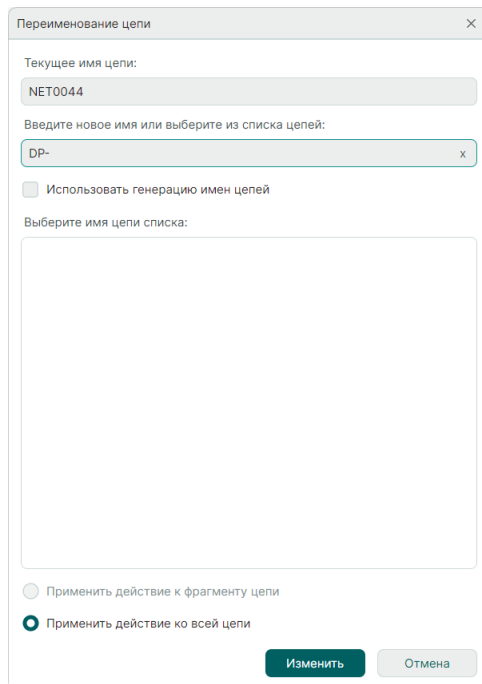

Рис. 156 Переименование второй цепи для создания диффпары
6. В окне «Переименование цепи» в поле «Введите новое имя или выберите из списка цепей» введите имя второй цепи, идентичное первой цепи с суффиксом «-» или «Name_N» в конце имени, см. Рис. 156.